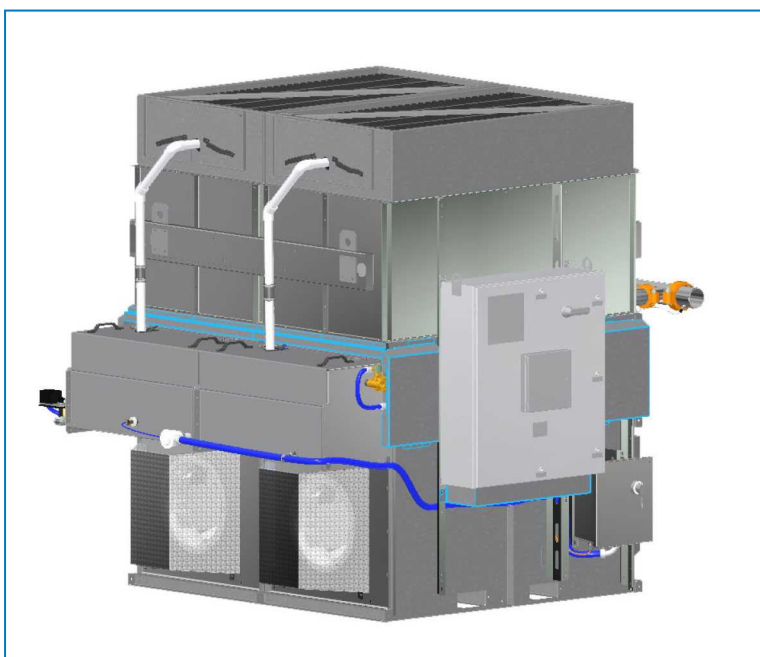
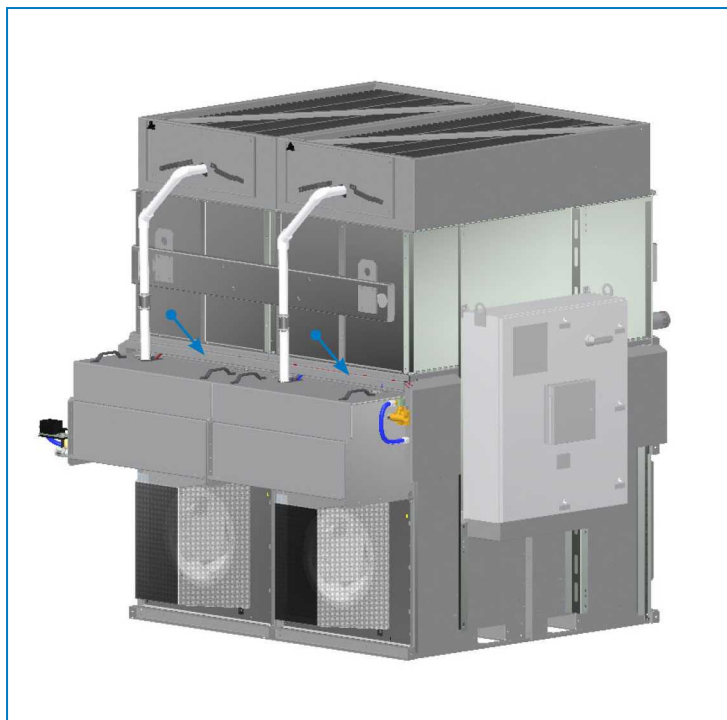

Рис. 14. Расположение защитных панелей вокруг панели системы управления iPilot® (показан дополнительный нагреватель бассейна)
Рис. 19. Установка защитной панели для проводки
1. Снимите остальные защитные панели вокруг панели управления и над бассейном воды для орошения. Сохраните крепежные изделия, чтобы установить панели на место. См. рисунок 14.
10. Установите защитную панель для проводки в верхней части бассейна воды для орошения. См. рисунок 19. Установите защитную панель с обратной стороны и сбоку. См. рисунки 11 и 12. В конце установите защитные панели вокруг панели системы управления iPilot®, см. рисунок 14.